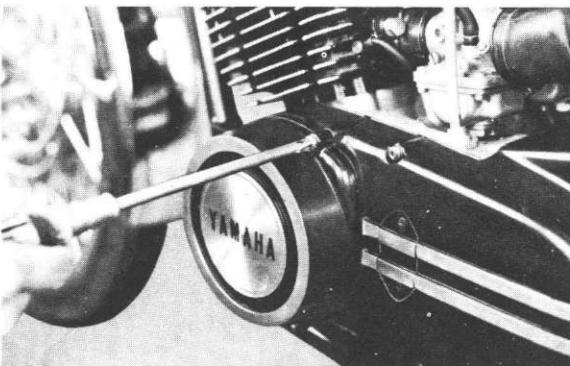

Fig. 4-1-4
4. Remove the A.C. generator cover. (Fig. 4-1-4)
4. Retirez le couvercle de l'alternateur. (Fig. 4-1-4)
4. Deckel der Wechselstrom-Lichtmaschine entfernen. (Abb. 4-1-4)